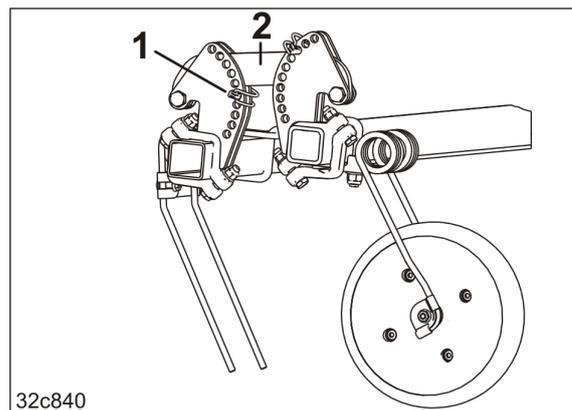

Рис. 195
3. Измените угол установки зубьев относительно почвы, закрепив шплинт с круглой пружинной защелкой (Рис. 195/1)
- o под тягой (Рис. 195/2);
Чем глубже вставлен шплинт с круглой пружинной защелкой (Рис. 195/1) в регулировочный сегмент, тем меньше угол установки.